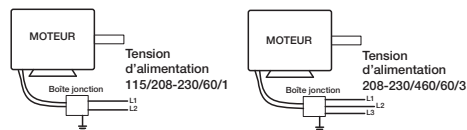

Figure 2 — Schéma de câblage typique
REMARQUE : Voir le schéma de câblage à la Figure 2.
4. Poser et câbler le sectionneur de sécurité soit sur le bâti du moteur, soit sur l'extérieur de l'embase et câbler le moteur conformément au schéma de câblage sur le moteur. Câbler les commutateurs de commande au niveau du sol. Voir le schéma de câblage à la Figure 2.